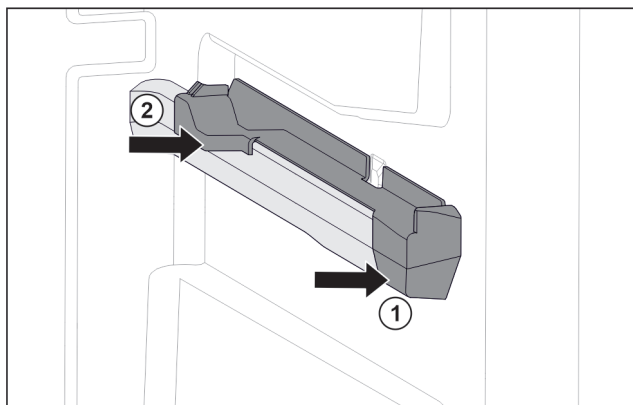

Fig. 131 Élément emboîtable sur la nervure de récipient droite
- Poser le devant de l'élément emboîtable contre la nervure de récipient. Fig. 131 (1)
- Enfoncer l'arrière de l'élément emboîtable. Fig. 131 (2)